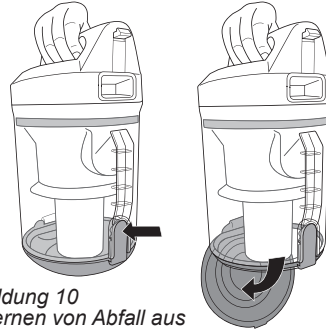

Abbildung 10
3. Nehmen Sie den Staubauffangbehälter heraus, indem Sie die Entriegelungstaste (siehe Abbildung 10) des Staubauffangbehälters eindrücken und den Behälter herausnehmen und halten Sie ihn über einen Müllsack.